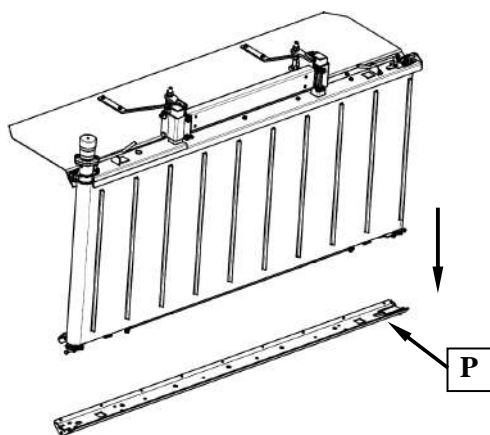
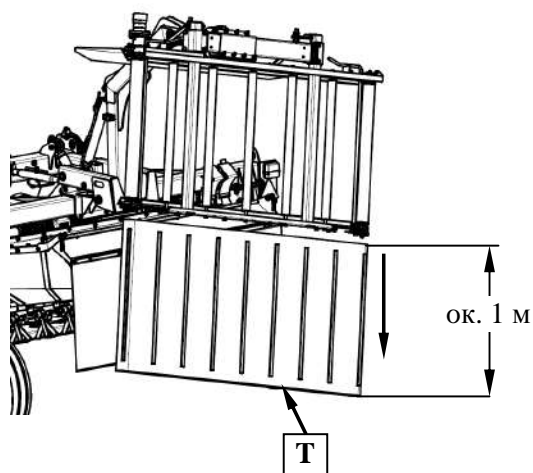

Рис. 40
Рис. 41
2. Демонтировать передний пояс в нижней части транспортера P (Рис. 40). Снять ленту T вниз (Рис. 41).